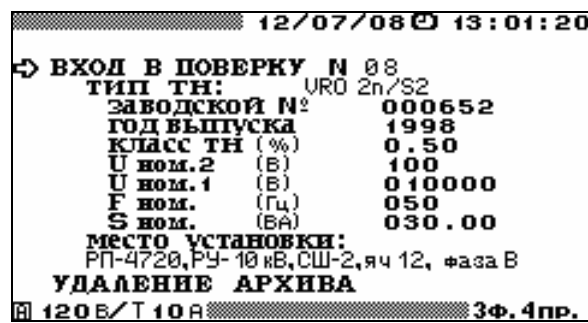

Рис. 4.31. Окно входа в режим поверки ТН
Перед началом поверки необходимо задать параметры поверяемого ТН. В окне входа в режим поверки ТН (рис. 4.31) задаются следующие параметры поверяемого ТН:
Для изменения любого из параметров, соответствующих выбранному типу ТН (рис. 4.31), необходимо подвести курсор к соответствующему параметру и нажать клавишу «ENT». В открывшемся окне с помощью цифровой клавиатуры и клавиш «<», «>» ввести нужные значения. Для ввода нового значения необходимо нажать клавишу «ENT», для отказа от ввода набранного значения необходимо нажать клавишу «ESC».
- заданное в окне входа в режим поверки ТН (рис. 4.31) номинальное значение полной мощности поверяемого ТН, ВА;
- заданное в окне входа в режим поверки ТН (рис. 4.31) номинальное значение напряжения вторичной обмотки, кВ;